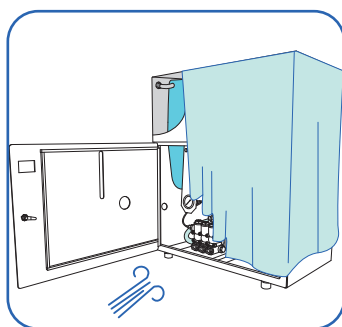

Fig. 14.
- Procure que la ventilación sea la adecuada. No la cubra de forma que pueda faltarle el aire durante el funcionamiento. (Fig. 14)